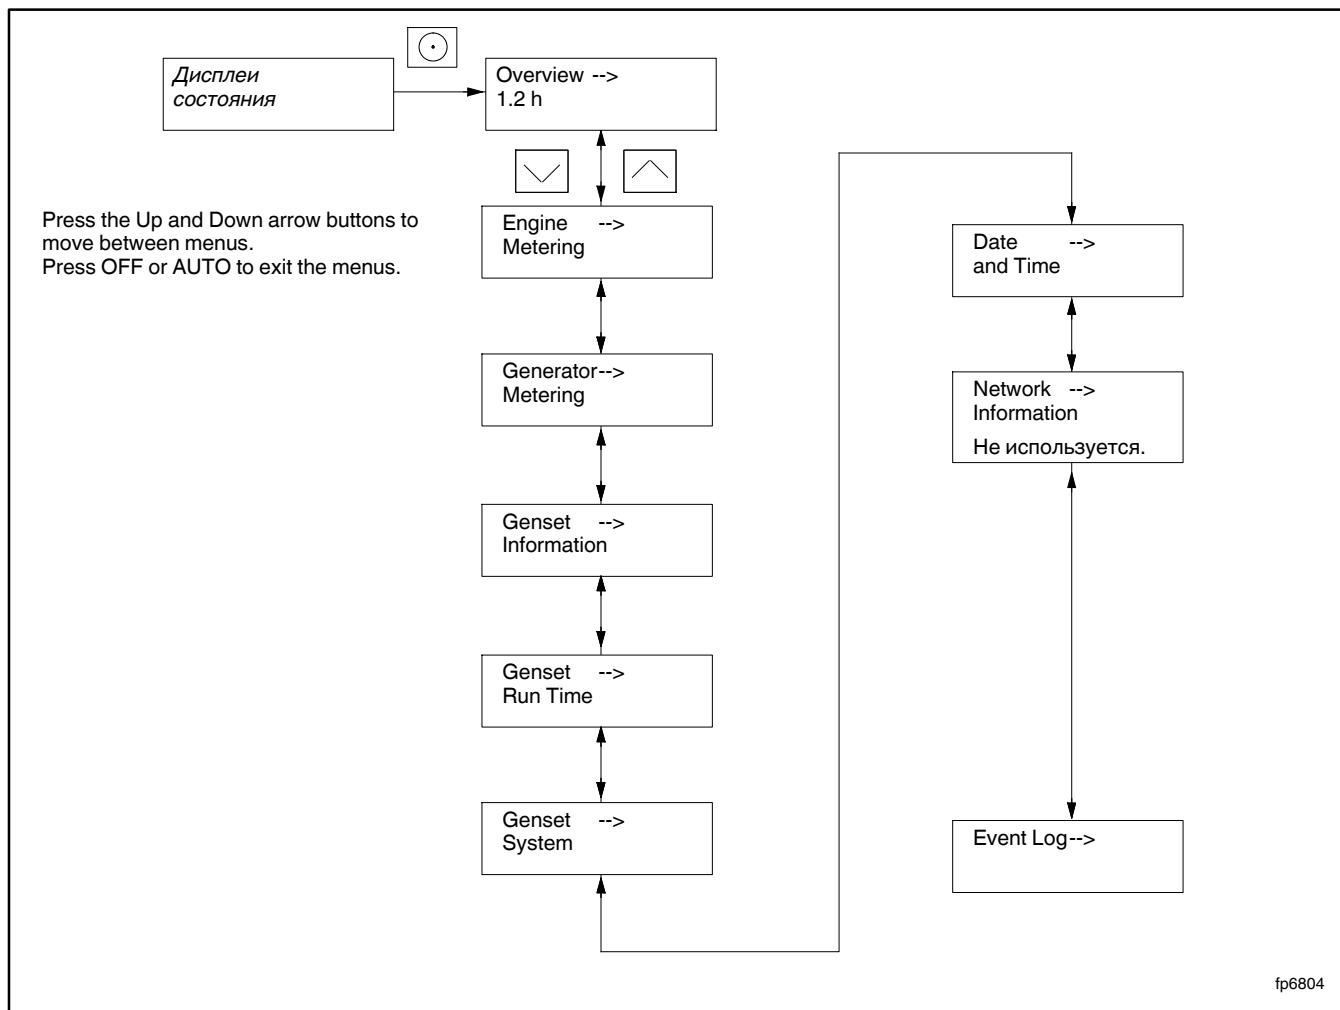

Рис. 3-9 Главное меню RDC2
2. Нажмите кнопку-стрелку «Вниз», пока не появится нужное меню. В данном примере используется меню Genset System (Система генераторной установки). См. Рис. 3-9.
2. Нажмайте кнопку-стрелку «Вниз», пока не появится нужное меню. См. Рис. 3-9. В этом примере настраиваются Date and Time (дата и время).
- Нажмите кнопку «Выбрать», чтобы войти в главное меню. См. Рис. 3-9.
Чтобы вызвать главное меню, один раз нажмите кнопку «Выбрать». Появится Overview (Обзор). См. Рис. 3-9. Для перехода к следующему меню, Engine Metering (Измерение параметров двигателя), нажмите кнопку «Вниз». Перемещайтесь по меню, приведенному на Рис. 3-9, при помощи кнопок-стрелок «Вверх» и «Вниз».